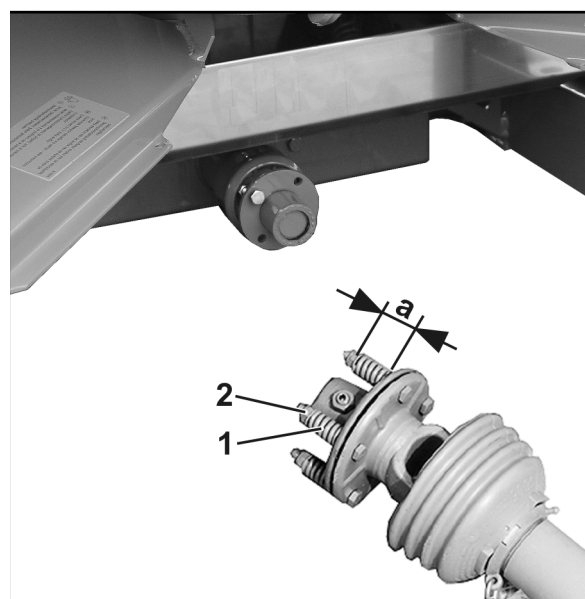

Fig. 91
2. Lösen des Schmiernippels (Fig. 91/1) in der Anschlussgabel (Fig. 91/3) der Gelenkwelle (Fig. 91/2).
3. Entfernen der Scherschraube (Fig. 91/4) zwischen Gabelflansch der Gelenkwelle und Flansch der Getriebeeingangswelle.